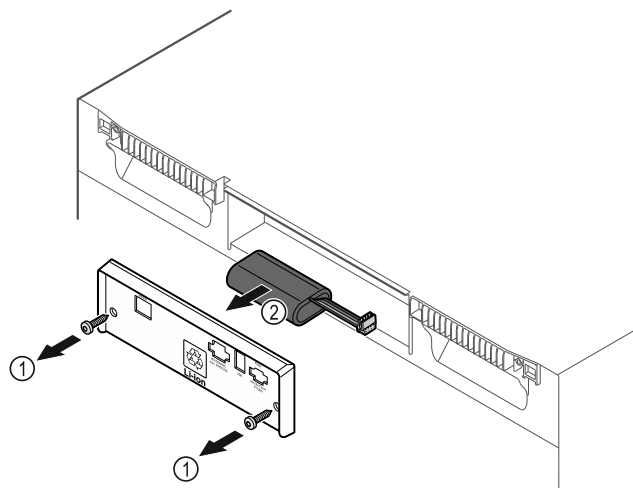

Fig. 201
- ▶ Vyskrutkujte skrutky a odstráňte kryt na zadnej strane zariadenia Fig. 201 (1).
- ▶ Odpojte a vyberte batériu Fig. 201 (2).